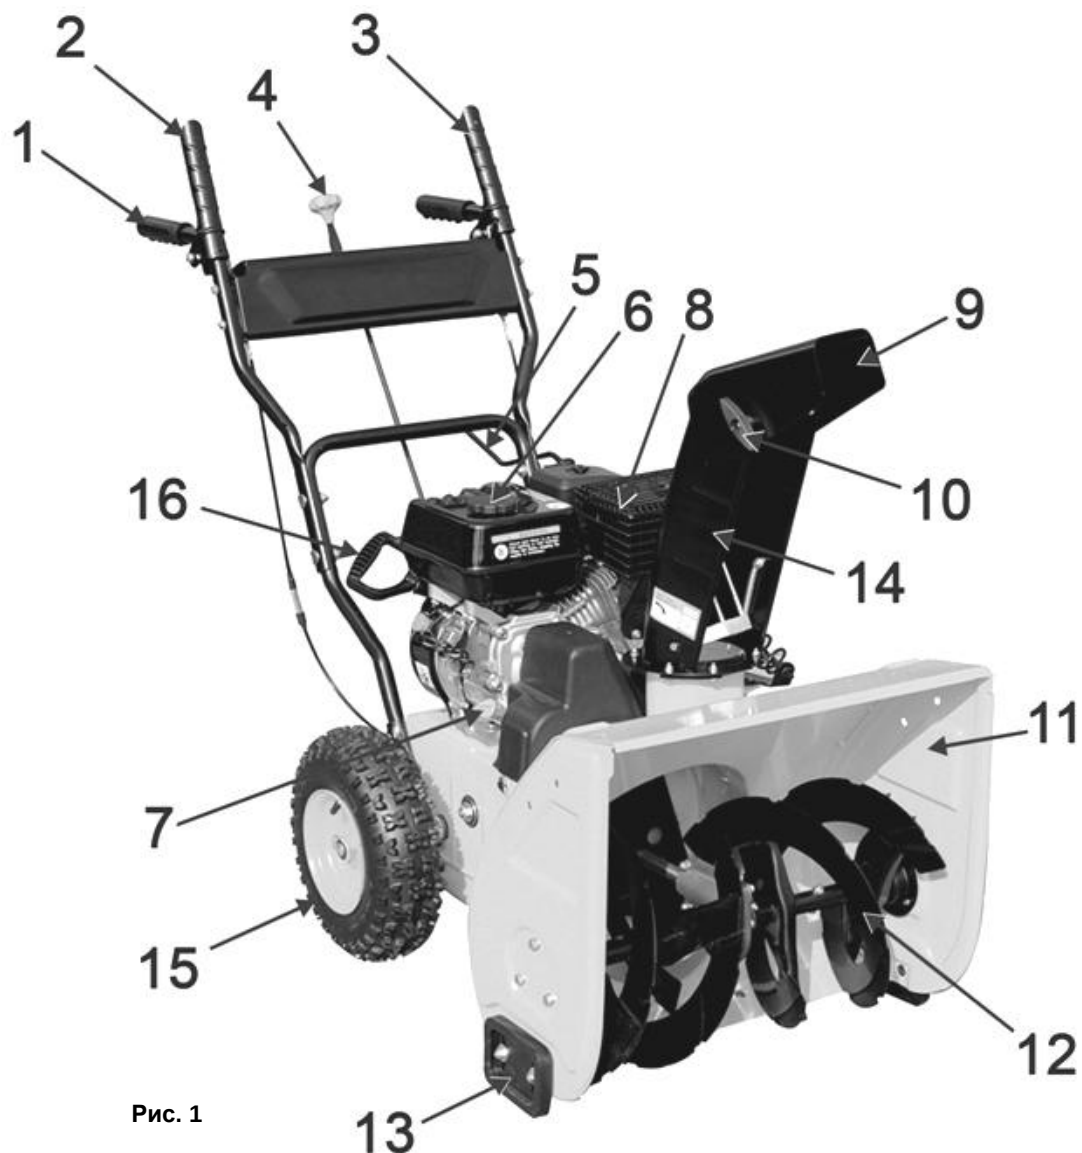

Рис. 1
- Снегоуборщик вращением лопастей шнека (12) (См. Рис.1) убирает снежный покров с ровных площадей, и через снегоотвод (14) выбрасывает его в выбранную сторону.
- Шнек (12) (См. Рис.1) - винтовой механизм в виде стержня с наклонными лопастями, приводимый в действие двигателем. Шнек захватывает, и транспортирует снежную массу внутрь снегоуборщика на вращающуюся
- Снегозаборник (11)(См. Рис.1) служит для захвата снега и направления его потока в рабочую зону снегоборщика (на шнек).
Рычаг привода колес (2)(См. Рис.1)
- При нажатии рычага привода колес (2), включается система привода, и снегоборщик начинает движение.
- При отпускании рычага привода колес (2), привод отключается, и снегоборщик прекращает движение.
Рычаг привода шнека (3)(См. Рис.1)
- При нажатии рычага привода шнека (3), включается система привода, и лопасти шнека (12)(См. Рис.1) начинают вращение.
Рычаг переключения скоростей (4)(См. Рис.1)
- Для изменения скорости и направления движения: остановите снегоборщик и вращение шнека, переведите рычаг (4)(См. Рис.1) в соответствующее выбранному режиму движения положение.
- Установите желоб снегоотвода (14)(См. Рис.1) на выпускной канал импеллера.
- Установить в отверстие на рычаге управления (2; 3)(См. Рис.1) верхний Z-образный конец троса (22)(См. Рис.5).
- Установите/замените ограничительные башмаки (13)(См. Рис.1; 7) с каждой стороны снегозаборника.
- Рычаги приводов колес и шнека (2) и (3) должны прижиматься к рукояткам руля управления (1)(См. Рис.1) без чрезмерных усилий.